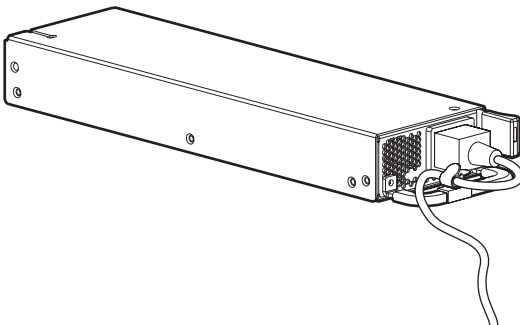

Abbildung 66 Sichern des Netzkabels mit der Entlastungsklemme
3. Sichern Sie das Netzkabel mit der Entlastungsklemme (Abbildung 66).